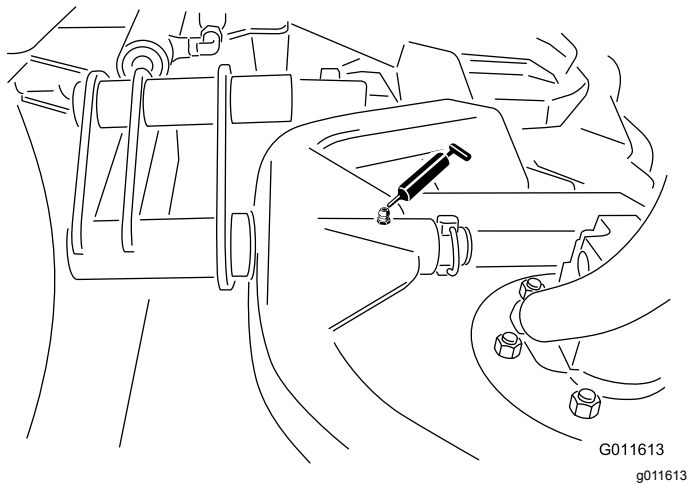

Рисунок 29
- Шарниры несущей рамы режущего блока (по 1 шт.) —Рисунок 29